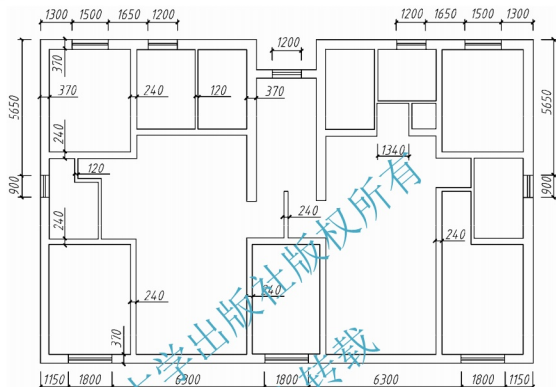

图 9-38 墙体开窗
② 在墙体上开窗：按照图示位置，分别插入窗图块，并进行适当修改，结果如图 9-38 所示。